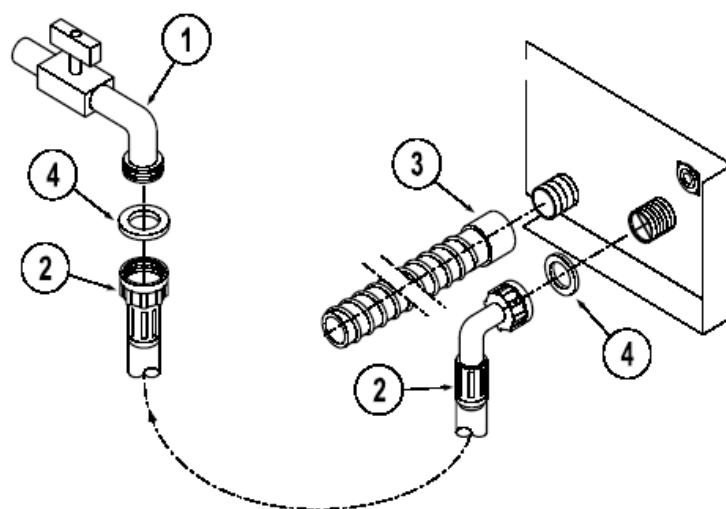

FIG. 3
PODŁĄCZENIE RURY ZASILAJĄCEJ (rys.3):
- umieść uszczelkę (rys.3, pkt.4) w dwóch gwintach rury zasilającej (rys.3, pkt. 2);
PODŁĄCZENIE ODPROWADZENIA WODY (rys.3)
- rura odprowadzająca (rys.3, pkt.3) jest giętka;
- zakręć kurek odcinający (rys.3, pkt.1);